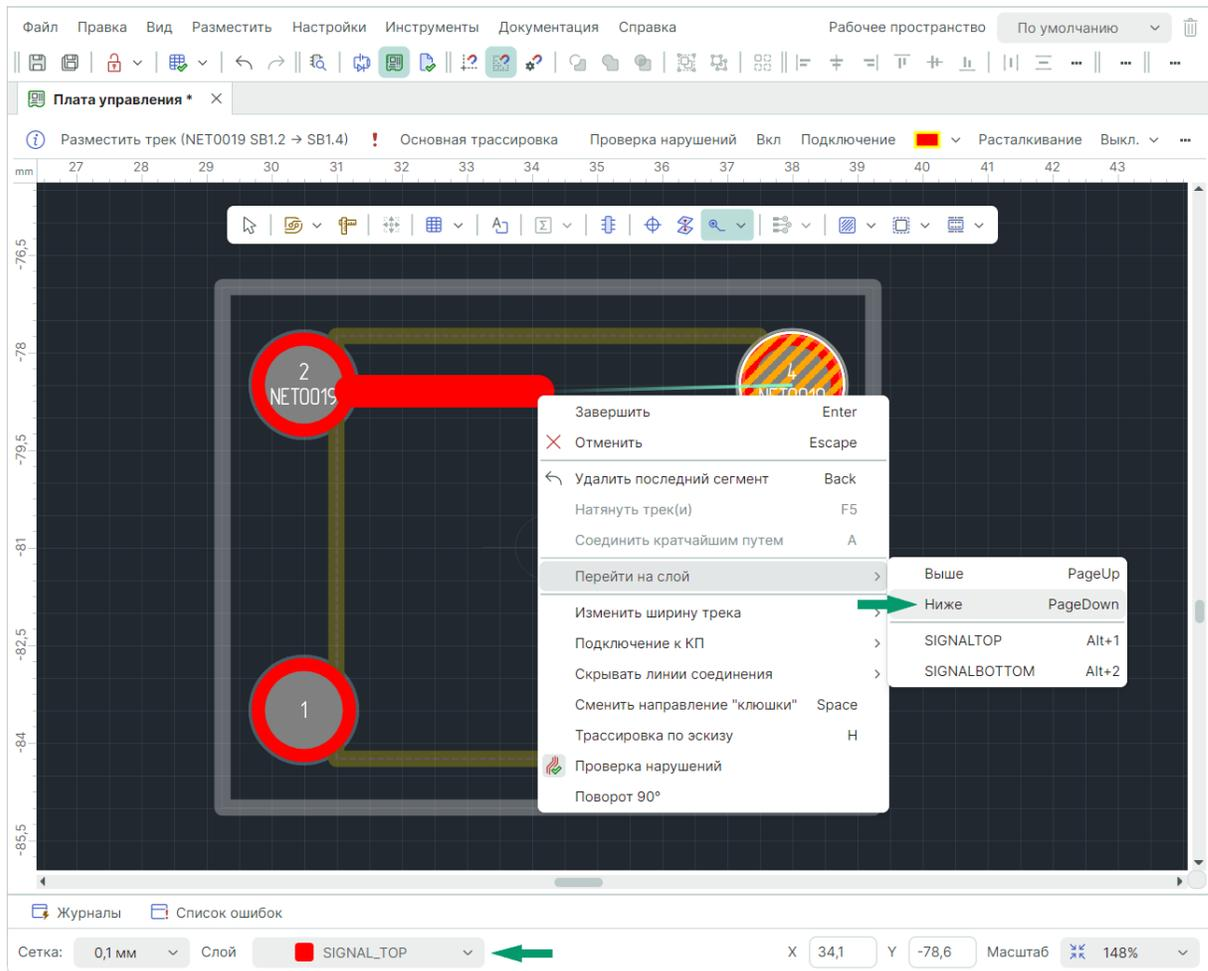

Рис. 244 Выбор направления перехода по слоям
2. Вызовите контекстное меню и выберите пункт «Перейти на слой» с выбором слоя во вложенной части меню в зависимости от взаимного расположения слоев, между которыми требуется осуществить переход, см. Рис. 244.